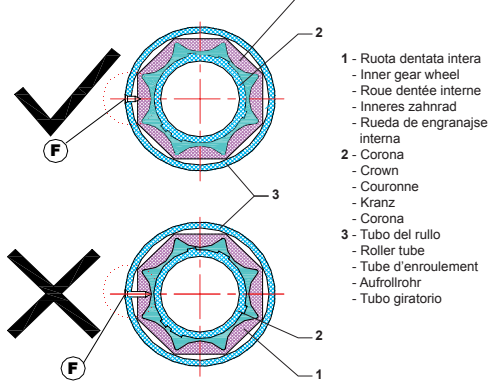

Fig.8
- g.** La barre raccordant le tube et le tablier de la porte ne devrait pas être trop longue sous peine de compromettre la résistance du produit à l'extraction (**Fig.8**).